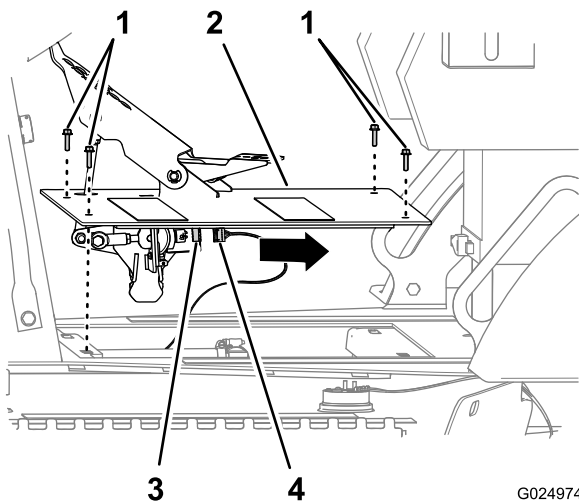

Figure 115
1. Retirez les 4 boulons à embase hexagonale qui fixent la pédale de déplacement au châssis de la machine (Figure 115).
2. Débranchez le connecteur à 6 douilles du faisceau de la machine du connecteur à 6 broches du capteur de la pédale de déplacement (Figure 115).
3. Déposez la pédale de déplacement de la machine (Figure 115).
1. Rebranchez le connecteur à 6 douilles du faisceau de la machine au connecteur à 6 broches du capteur de la pédale de déplacement (Figure 115).
2. Alignez les trous de la plaque de la pédale de déplacement sur les trous du châssis de la machine (Figure 115).
3. Fixez la pédale de déplacement au châssis de la machine au moyen des 4 boulons à embase hexagonale (6 x 25 mm); voir Figure 115.